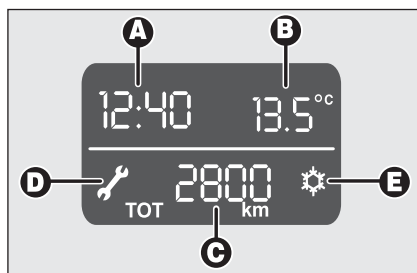

fig. 22
- ☐ Ora **A-fig. 22**;
- ☐ Scadenza manutenzione programmata (visualizzazione simbolo **D-fig. 22**).
- ☐ Segnalazione possibile presenza ghiaccio su strada (visualizzazione simbolo **E-fig. 22**).